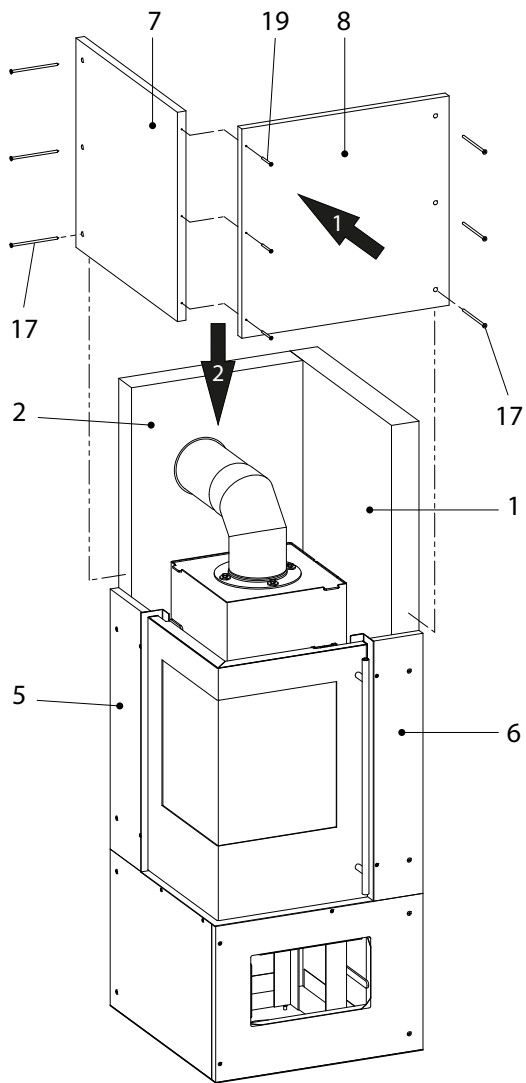

Fig.8
**Vor dem Verkleben der Verkleidungen 7+8 (Fig.8):**